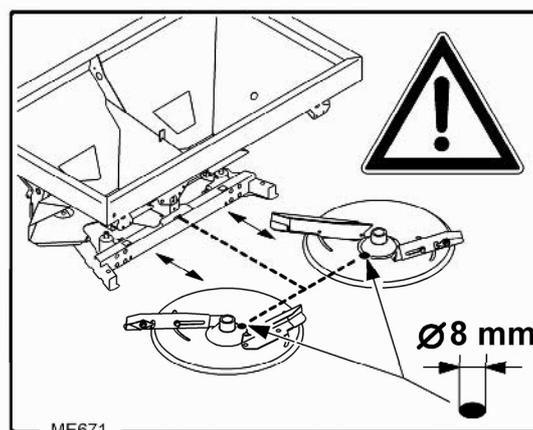

Рис. 46
2. Распределяющий диск проверните таким образом, чтобы отверстие диска  $\varnothing 8$  мм (Рис. 46) было направлено к центру машины.